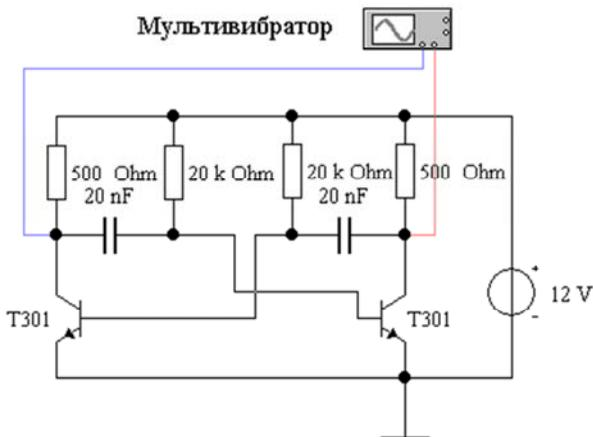

Рис. 10.7. Мультивибратор на биполярных транзисторах (файл **multiv_t.ewb**)
7. Исследовать мультивибратор на БТ (файл **multiv_t.ewb**, рис. 10.7). Определить по осциллографу длительность импульса, длительность паузы, период и частоту. Оценить влияние времязадающих элементов на эти параметры.